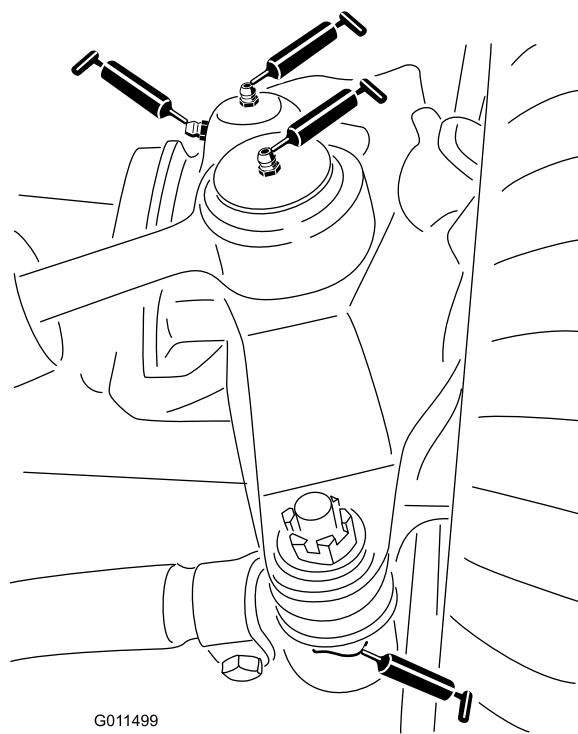

Figura 38
- Rótulas do cilindro de direcção (2) (Figura 38)
- Rótulas esféricas da barra de ligação (2) (Figura 38)
- Buchas do pino principal (2) (Figura 38)